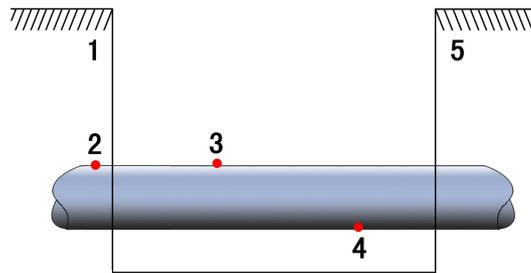

图17 管道防腐层破损处开挖验证示意图
⑤牺牲阳极材料预埋不达标，离管道靠得太近，由阳极材料泄漏电流。破损点开挖验证如图 17 所示。图中 1、5 为地表泥土，当破损点在 2 处时，仍未被挖出，地表 1 的电位要比地表 5 一边的电位高，需向 2 一边沿管道继续挖土，便可挖到破损点。破损点在管顶 3 时，可以凭肉眼直接看出，破损点在管底 4 时，在管道中下部要用镜片反照才能看出，太小时还需配以放大镜才能看到。